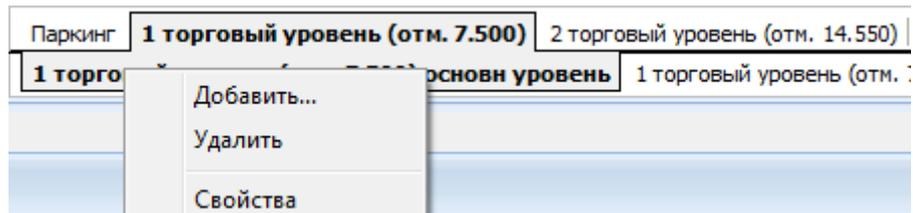

Рис. 3 Панель переключения между планами помещений
- **Панель переключения между планами помещений**. На данной панели располагается список всех планов в виде закладок. При помощи этих закладок можно перейти на нужное помещение. Кроме того, на этой панели, при помощи контекстного меню можно выполнять следующие действия с помещениями (Рис. 3):